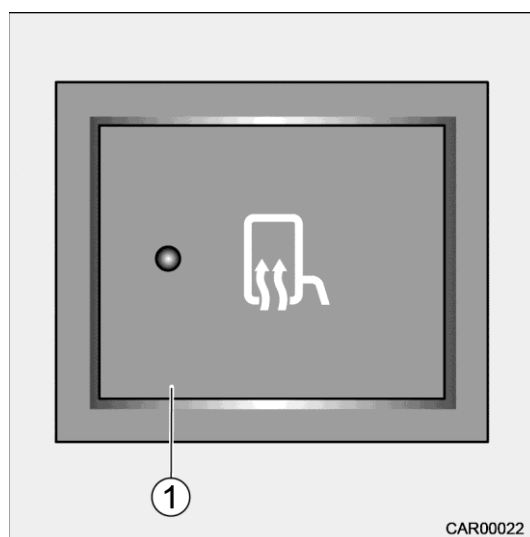

Fig. 47 Chauffage de pare-brise e-line
Le commutateur (Fig. 47/1) du chauffage de pare-brise se trouve dans le tableau de bord à gauche.
1. Actionner le commutateur (Fig. 47/1). Le témoin de contrôle dans le commutateur s'allume.